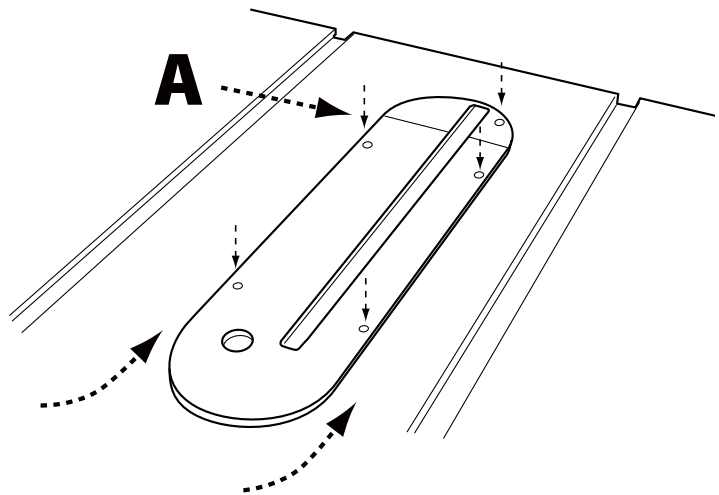

FIGURE 11
1. Pour installer la plaque à gorge, abaissez la lame en dessous du plateau de la table, puis faites passer soigneusement la plaque à gorge, extrémité fendue d'abord, de l'avant de la table à l'arrière, en gardant la lame centrée dans la fente de la plaque à gorge. Voir Figure 11. La plaque doit reposer à l'intérieur de la cavité dans le plateau de la table.
3. Si la plaque n'est pas alignée avec le plateau de la table, ajustez la hauteur de la plaque à gorge au moyen des quatre vis de pression (A).